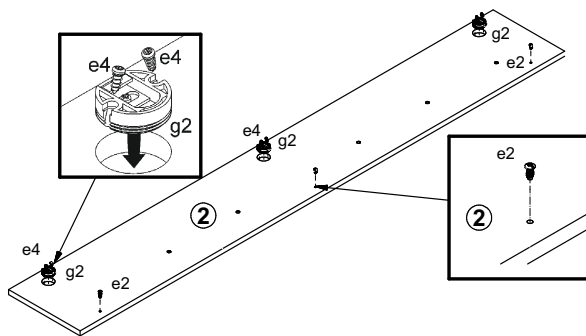

Рисунок 1
2. В отверстия Ø35 мм на задней поверхности детали 2 вбить кронштейны для навешивания g2 и закрепить еврошурупами e4 (см.рис. 1).
3. В отверстия Ø5 мм на задней поверхности детали 2 вкрутить еврошурупы e2 (см.рис. 1).